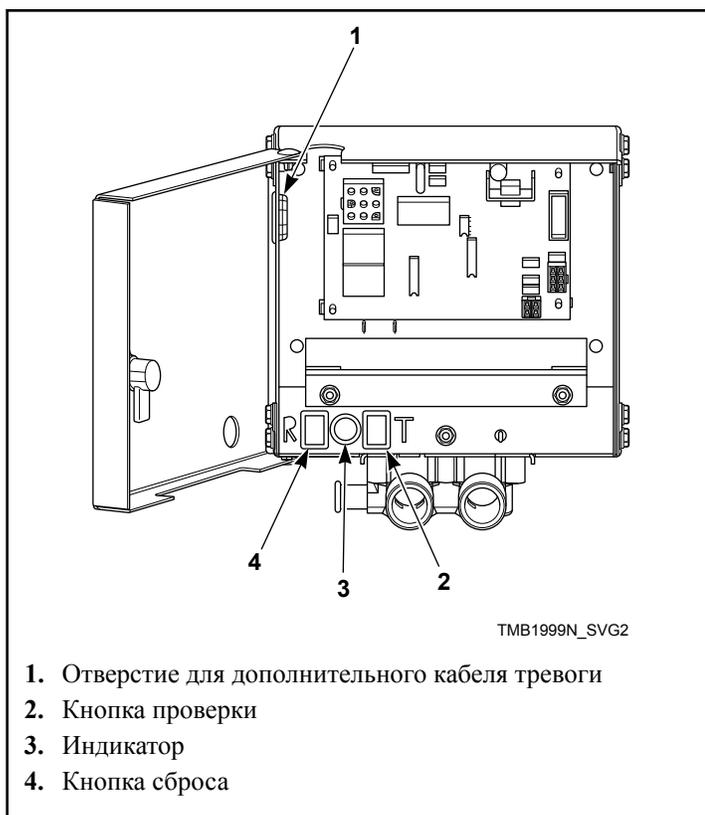
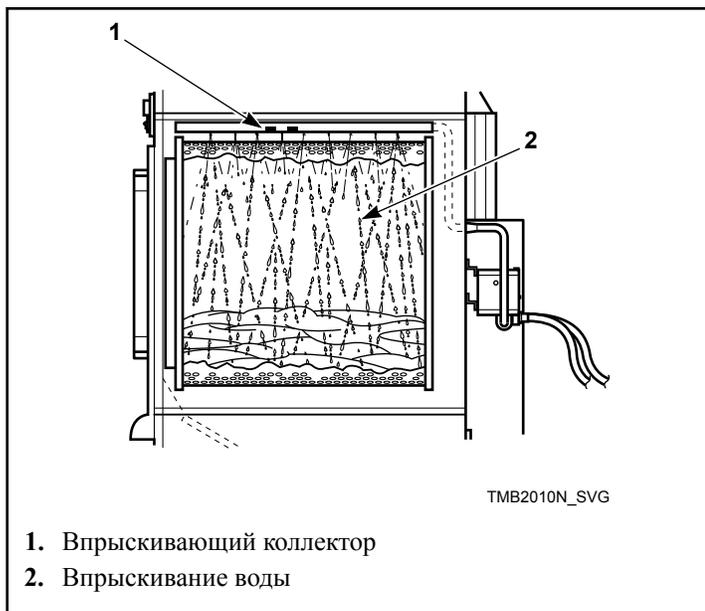

Рис. 51
Рис. 52
6. Нажав и удерживая кнопку проверки, убедитесь в работе индикатора, что займет приблизительно пять секунд. См. *Рис. 51*. После односекундной паузы должно начаться впрыскивание воды в цилиндр.
7. Через 15 секунд впрыскивания воды нажмите и удерживайте кнопку сброса, пока не завершится впрыскивание воды и не погаснет индикатор. Это должно занять приблизительно одну секунду. См. *Рис. 51* и *Рис. 52*.